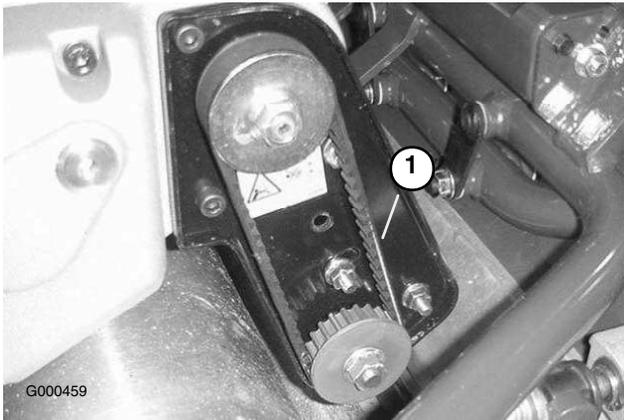

Figura 35
2. Compruebe la tensión presionando la correa (Figura 35) en el punto intermedio entre las poleas con una fuerza de $17,8 \pm 4,4$ N. La correa debe desviarse 6,4 mm. Si la desviación no es la correcta, continúe con el paso siguiente.